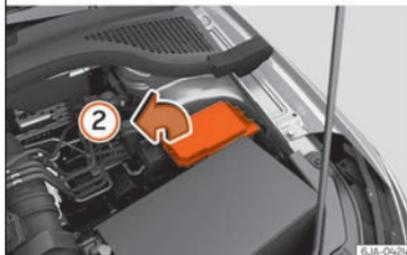
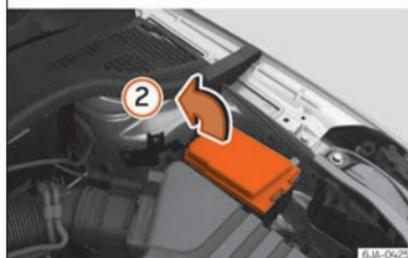

Abb. 87 Im Motorraum: Abdeckung des Sicherungskastens - Variante 1
Abb. 88 Im Motorraum: Abdeckung des Sicherungskastens - Variante 2
- Drücken Sie die Verriegelungslasche der Abdeckung in Pfeilrichtung **①** » » **Abb. 87** oder » » **Abb. 88**.
- Heben Sie die Abdeckung an und ziehen Sie sie in Pfeilrichtung **②** heraus.